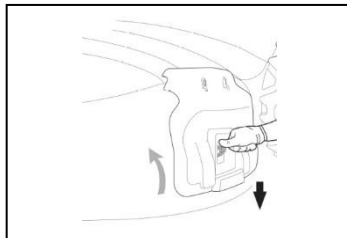

Fig. 8D
6.2.2 Poussez légèrement le levier de sécurité et ouvrez la protection de décharge latérale, insérez la goulotte de décharge latérale ; Fig. 8D/E/F